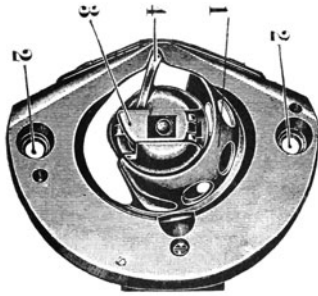

Abb. 31.
mit der Spule auf einen Zapfen in der Greiferhöhlung gesteckt und durch einen anklappbaren Deckel (A) gehalten. Der Greifer wird in seiner Bahn durch einen überzuschraubenden **Deckring** (s. Abb. 31) gesichert. Damit die Spulenhülse nicht an der Bewegung des Greifers mit teilnehmen kann, wird sie mittels eines in einen Ausschnitt des Deckrings greifenden Dornes (E) gehalten. **Der Deckring** wird mit 2 Schrauben festgehalten und muß gelöst werden, wenn man Schmutz und Fäden aus der Schiffchenbahn entfernen will.